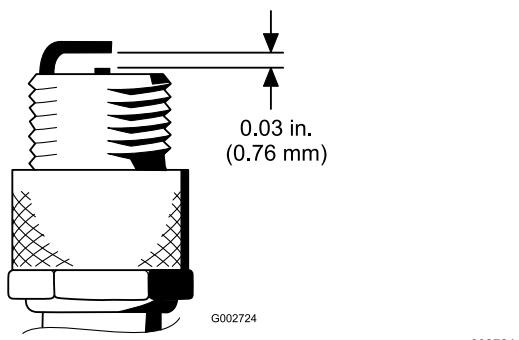

Figura 28
- Impostate la distanza tra l'elettrodo centrale e l'elettrodo laterale a 0,76 mm; fate riferimento a Figura 28. Montate la candela alla giusta distanza con una guarnizione di tenuta e serratela a 23 N·m. In mancanza di una chiave torsiometrica, serrate a fondo il tappo.